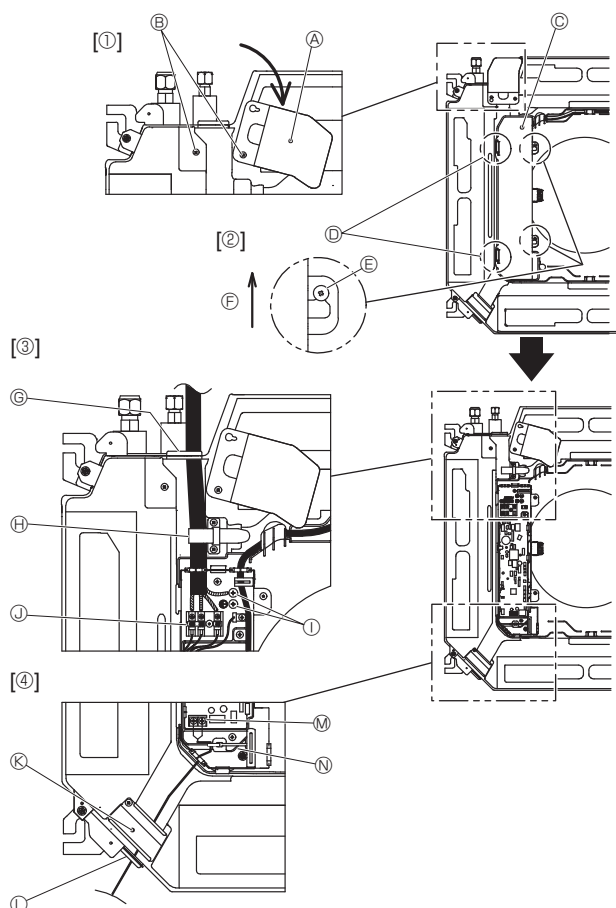
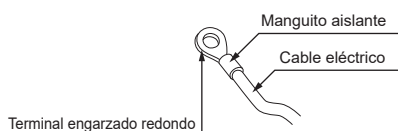
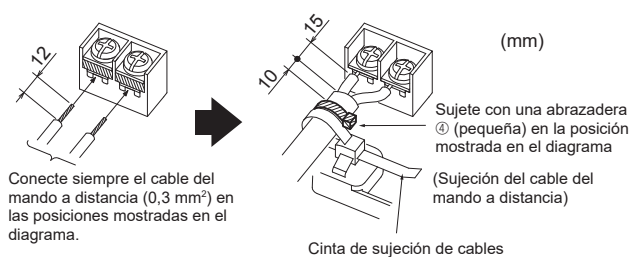

Fig. 6-1
Fig. 6-2
Fig. 6-3
6.1. Unidad interior (Fig. 6-1)
1. Afloje los dos tornillos que fijan el panel de servicio del cableado, y luego gire dicho panel. [Fig. 6-1 ①]
2. Afloje los dos tornillos que fijan la cubierta de la caja eléctrica y luego deslice dicha cubierta. [Fig. 6-1 ②]
3. Pase el cable de alimentación, el cable de conexión de la unidad interior/exterior y el cable a tierra a través de las entradas de cableado indicadas en el diagrama. [Fig. 6-1 ③] Ponga la parte revestida del cable de alimentación y del cable de conexión de la unidad interior/exterior en la caja eléctrica. Utilice terminales engarzados redondos para el terminal de conexión interior-exterior y el kit de terminales de alimentación opcional. [Fig. 6-2] Si no puede utilizar terminales engarzados redondos, consulte de la Fig. 6-3 a la 6-6. Consulte los detalles de la conexión en los apartados 6.1.1. y 6.1.2.
4. Pase y conecte el cable del mando a distancia por las entradas de cableado indicadas en el diagrama. [Fig. 6-1 ④, Fig. 6-3] Consulte los detalles de la conexión en los apartados 6.1.1. y 6.1.2.